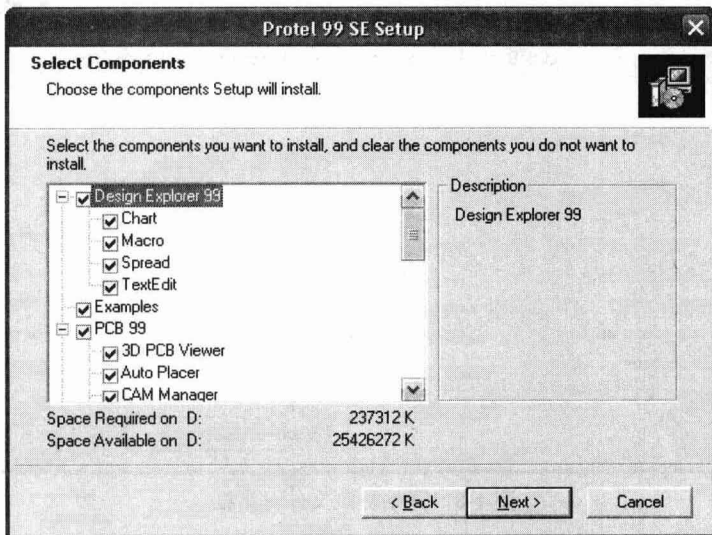

图 1-6 安装项目选择对话框
(5) 若选择“Custom”安装, 单击“Next”按钮, 进入如图 1-6 所示的安装项目选择对话框。在该对话框中, 在需要安装的功能模块前打“√”, 单击“Next”按钮即可。